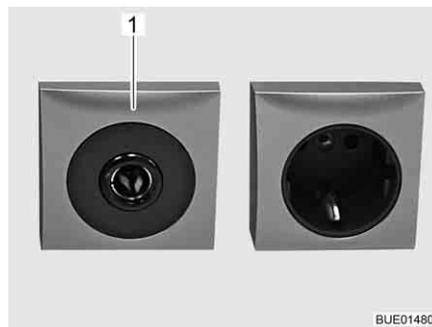

Bild 147 Steckdose 12 V/10 A
- ▷ An die Steckdosen (Bild 147,1) des 12-V-Bordnetzes nur Geräte mit maximal 10 A anschließen.